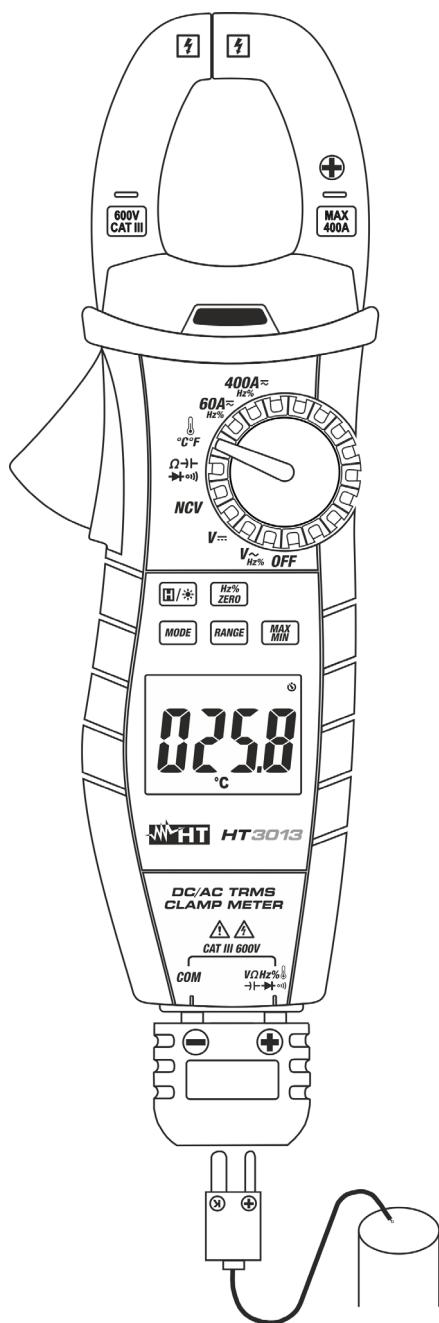

Fig. 10: Uso del instrumento para medida de Temperatura
3. Inserte la sonda tipo K en dotación en los terminales de entrada  $\text{V}\Omega\text{Hz}\% \rightarrow \text{I}\rightarrow\text{+}\text{-}\text{0}\text{-}$  y **COM** mediante el adaptador, respetando la polaridad mostrada en Fig. 10. El valor de la temperatura se muestra en pantalla